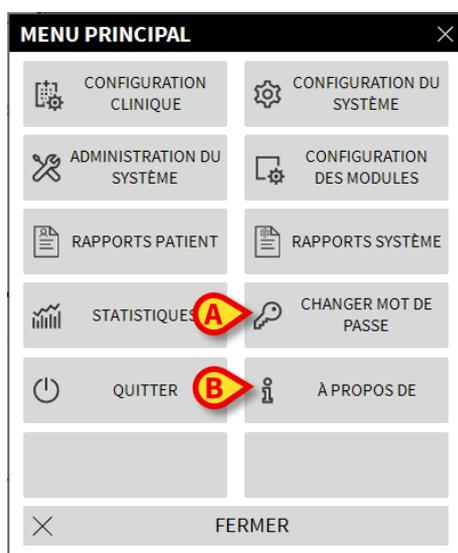

Fig 36
Le bouton **Changer Mot de Passe** sur le menu principal de DIGISTAT® (Fig 36 **A**) ouvre une fenêtre qui permet de modifier le mot de passe de l'utilisateur actuellement connecté au système.
- Cliquez le bouton **Changer Mot de Passe** (Fig 36 A)
Le bouton **À propos de** sur le menu principal de DIGISTAT® (Fig 36 B) affiche une fenêtre contenant les informations de DIGISTAT® concernant la version installée et les licences reliées (Fig 38).